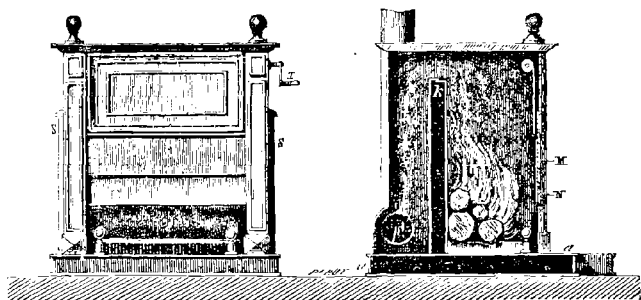

Fig. 74.
2. La première cheminée-poêle d'origine française paraît être celle de Désarnod, qui date de 1810. Elle consiste en une caisse rectangulaire de tôle ou de fonte (*fig. 74*), posée sur une caisse *aa*. L'air est amené dans cette caisse par un canal qui se prolonge sous le plancher et va s'ouvrir à l'extérieur; il y parcourt plusieurs sinuosités qui ralentissent sa vitesse, puis s'élève dans une dernière caisse *k*, dont les parois sont échauffées par le contact du combustible et par la fumée. Il pénètre enfin dans des tubes latéraux qui le versent dans la chambre par des bouches de chaleur *ss*. Cet air ainsi chauffé sert ensuite à entretenir le feu. Les lettres MN désignent le tablier; il est composé de plusieurs plaques mobiles et se manœuvre à l'aide de la manivelle *x*. Des